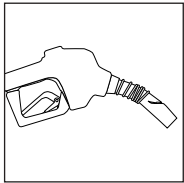

Figure 9
- ✓ Assurez vous le bec n'est pas courbé ou endommagé. (Voir Fig. 9)